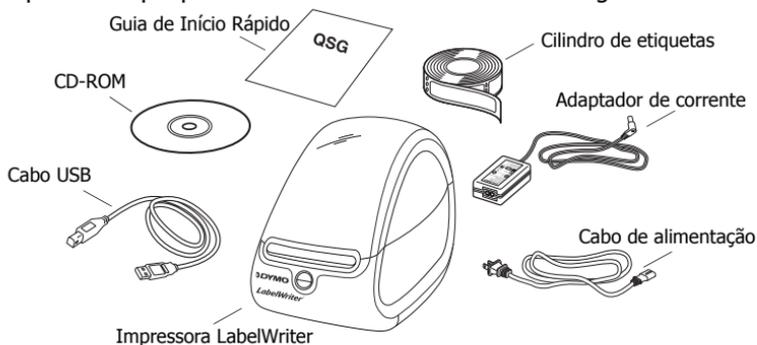

Figura 1
- 2 Certifique-se de que possui todos os itens mostrados em Figura 1.